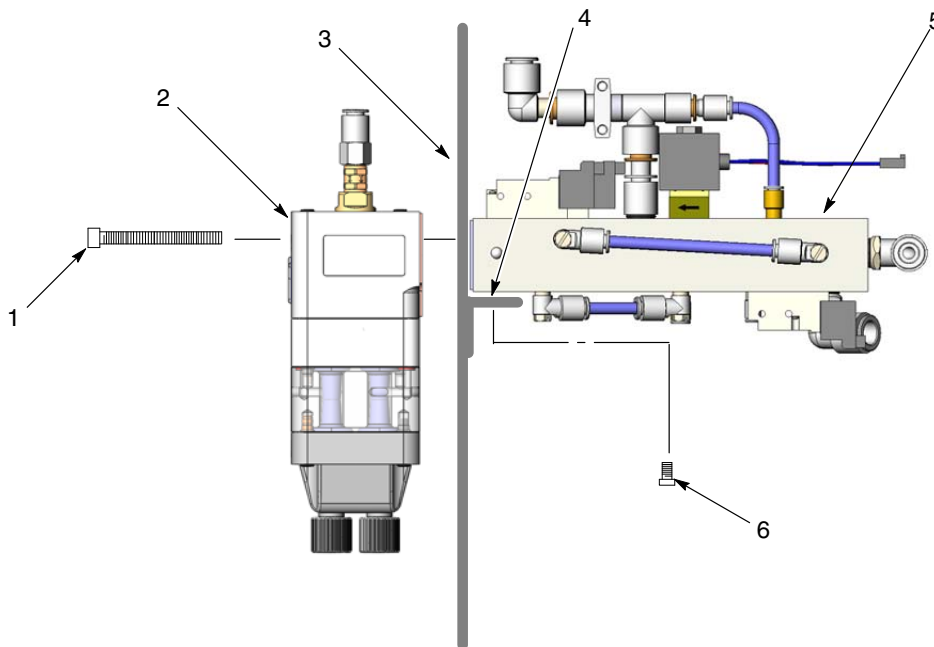

Abbildung 20 Pumpe und Verteilerblock installieren
1. Siehe Abbildung 20. Sicherstellen, dass die Dichtungen an Pumpe (2) und Verteilerblock (5) nicht beschädigt sind. Wenn die Dichtungen beschädigt sind, ersetzen.
2. Den Verteilerblock auf die passende Montagehalterung (4) an der Wand der Pumpenkonsole (3) setzen. Den Verteilerblock mit den Befestigungsschrauben (6) befestigen, aber die Schrauben noch nicht anziehen.
3. Die Pumpe mit den Pumpenbefestigungsschrauben (1) an der Pumpenkonsole befestigen. Die Pumpenbefestigungsschrauben fest anziehen.